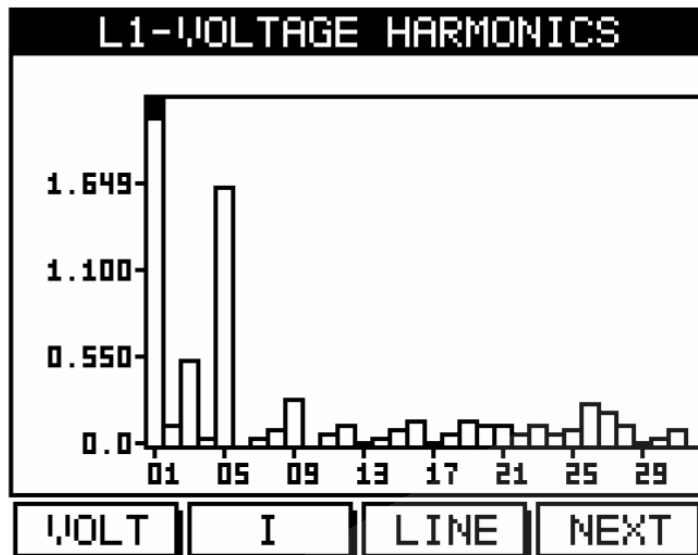

Рис. 35
4. Нажмите «Enter». На дисплей будет выведена гистограмма частотного спектра сетевого напряжения (рис. 35):
- Для вывода на дисплей гистограммы частотного спектра тока нажмите «I» (F2). На дисплей будет выведена гистограмма частотного спектра сетевого напряжения (рис. 35):